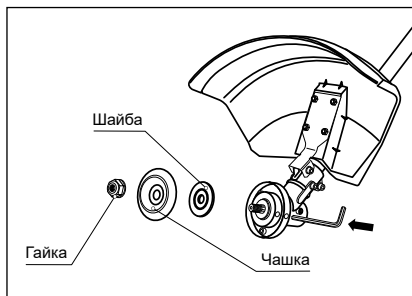

Рис. 5
1. Совместите отверстия в чашке редуктора и фланцевой шайбе. Вставьте металлический стопорный стержень или шестигранный ключ из комплекта поставки в отверстия чашки редуктора и фланцевой шайбы. Вращая гайку по часовой стрелке, снимите ее, а также чашку и шайбу со шпинделя редуктора (рис. 5).